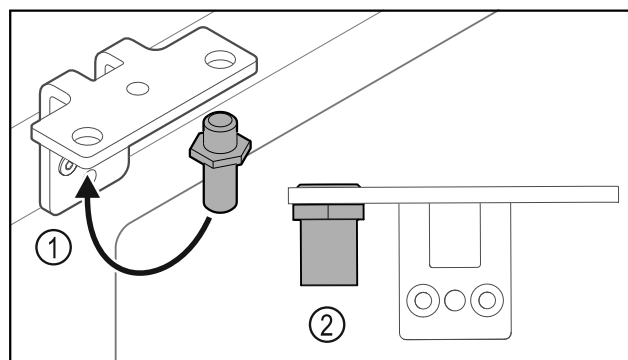

Fig. 36
- Perkelkite kaištį Fig. 36 (1) šarnyriniame kamputyje.
- Priveržkite kaištį Fig. 36 (2) **12 Nm** sukimo momentu.